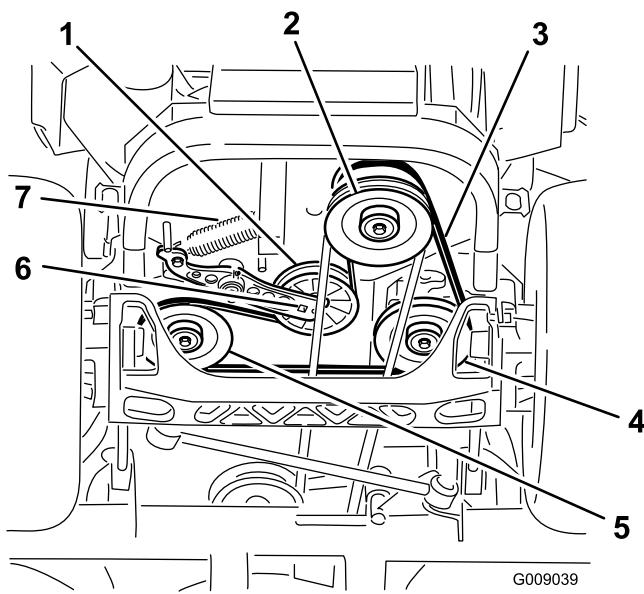

Figura 86
5. Utilize uma lingueta no orifício quadrado no braço intermédio para retirar a mola intermédia (Figura 86).
6. Desengate a mola intermédia da estrutura (Figura 86).
9. Utilize uma lingueta no orifício quadrado no braço intermédio; coloque a mola intermédia na estrutura (Figura 86).
4. Eleve a máquina e apoie-a (Figura 86).